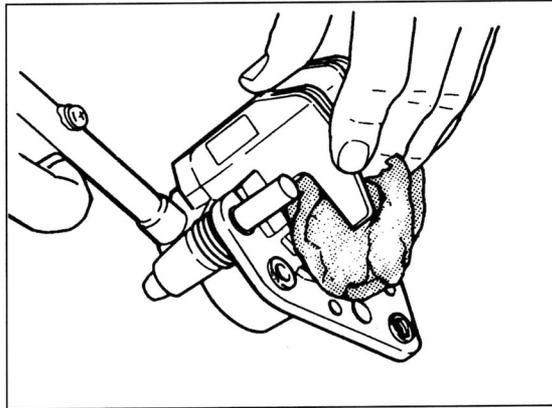

Bild 268
- Druckluft in Bremsschlauch-Anschlussgewinde blasen, um Kolben herauszustossen. Lappen um Bremssattel legen, um Kolben weich aufzufangen (Bild 268). Vorsicht im Umgang mit Druckluft! Vorsichtig dosieren, Mündung der Blaspistole nicht zu dicht an Einlassöffnung halten!